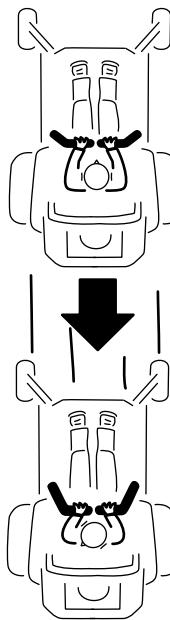

Figura 23
2. Para andar para trás, puxe as alavancas de controlo do movimento lentamente para trás (Figura 23).